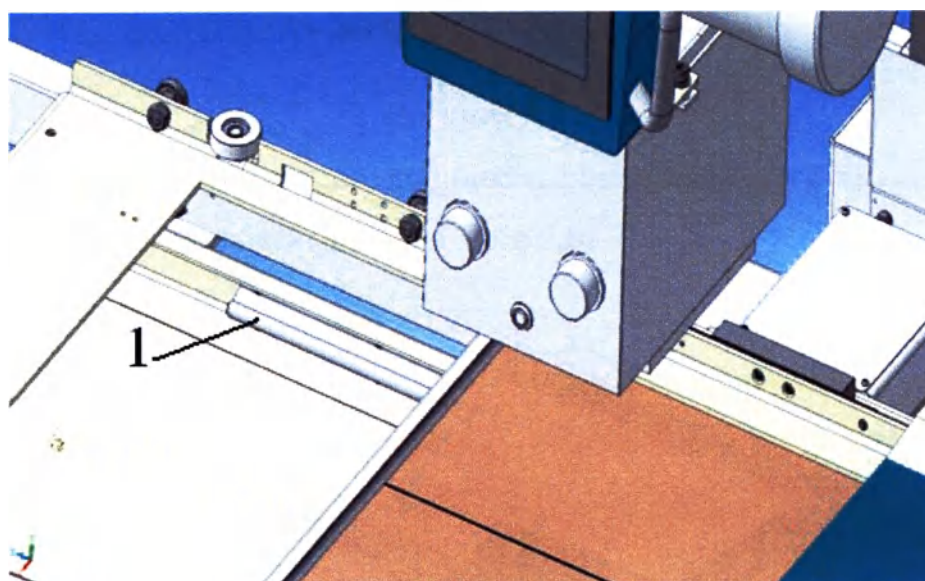

Рисунок 3.3
- провести смазку (рисунок 3.3) направляющей 1.